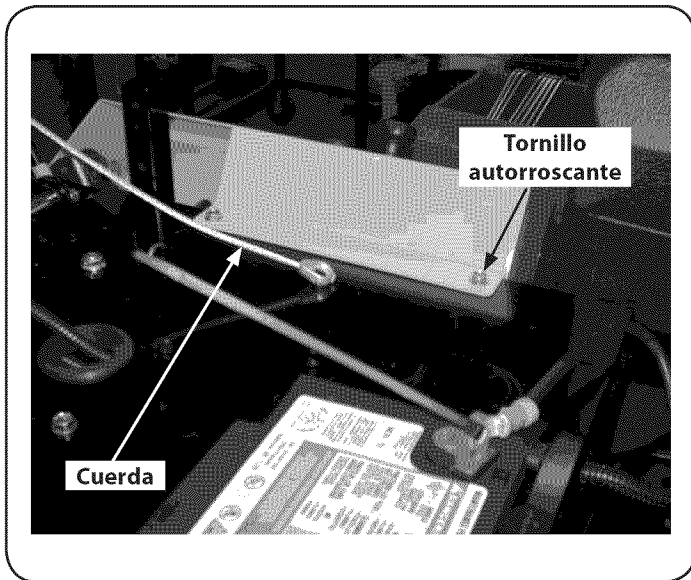

Figura 4
10. Instale la cuerda usando el tornillo autorroscante existente. Vea la Figura 4.